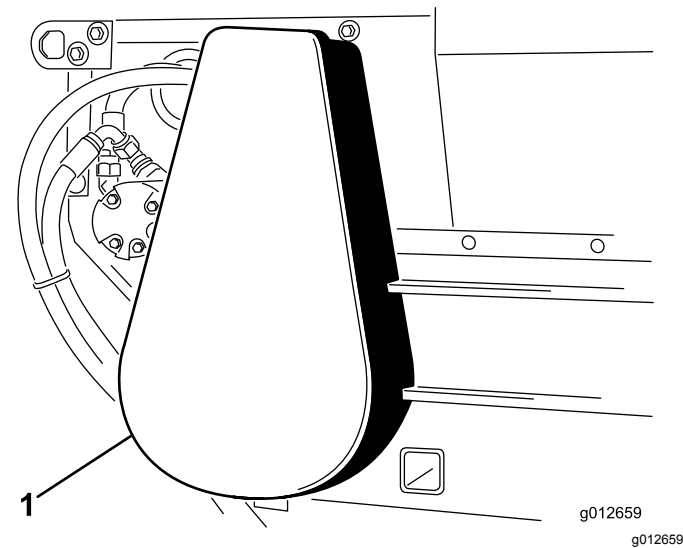

Figura 23
2. Retire la cubierta de la cadena (Figura 23).
6. Instale la cubierta de la cadena (Figura 23).